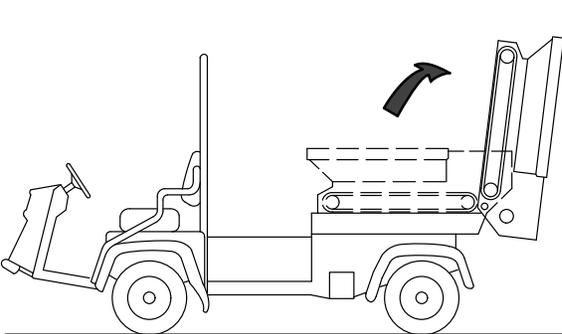

Рисунок 33
5. Откиньте бункер назад и прислоните его к стене, лестнице и т.п. Не допускайте, чтобы бункер опирался на заднюю часть машины, т.к. при этом можно повредить щетку или гидравлические муфты (Рисунок 33).